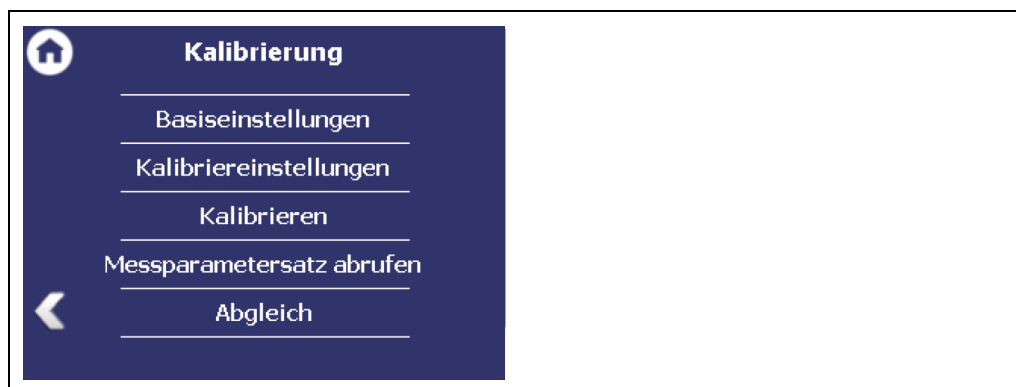

Abb. 61 Menü „Kalibrierung“
1. Um den Detektor neu zu starten, klicken Sie auf die Schaltfläche <Neustart> (Abb. 61, Pos. 1).
- ▶ Ein Fenster mit der Warnung „Neustart“ (Abb. 61, Pos. 3) öffnet sich.
1. Um den Detektor auf die Werkseinstellungen zurückzusetzen, klicken Sie auf die Schaltfläche <Werkseinstellungen> (Abb. 61, Pos. 2).
- ▶ Ein Fenster mit der Warnung Werkseinstellungen (Abb. 61, Pos. 4) öffnet sich.